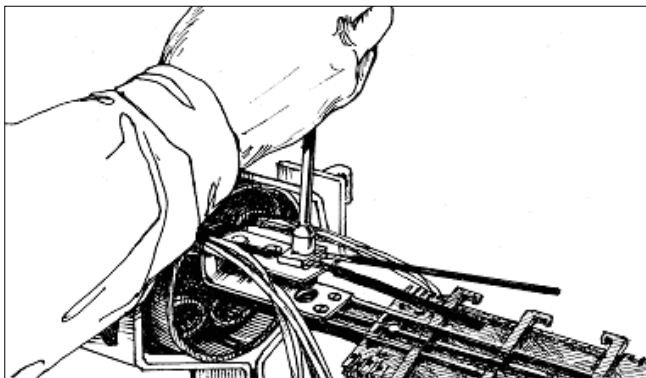

Рис. 3.10. Закрепление стального троса
**3.5.7.** Центральные силовые элементы, выполненные в виде стальных тросов, закрепляют в кронштейне (Рис. 3.10.). Между кронштейном и планкой устанавливаются втулки изолирующие трос ЦСЭ от металлической брони.